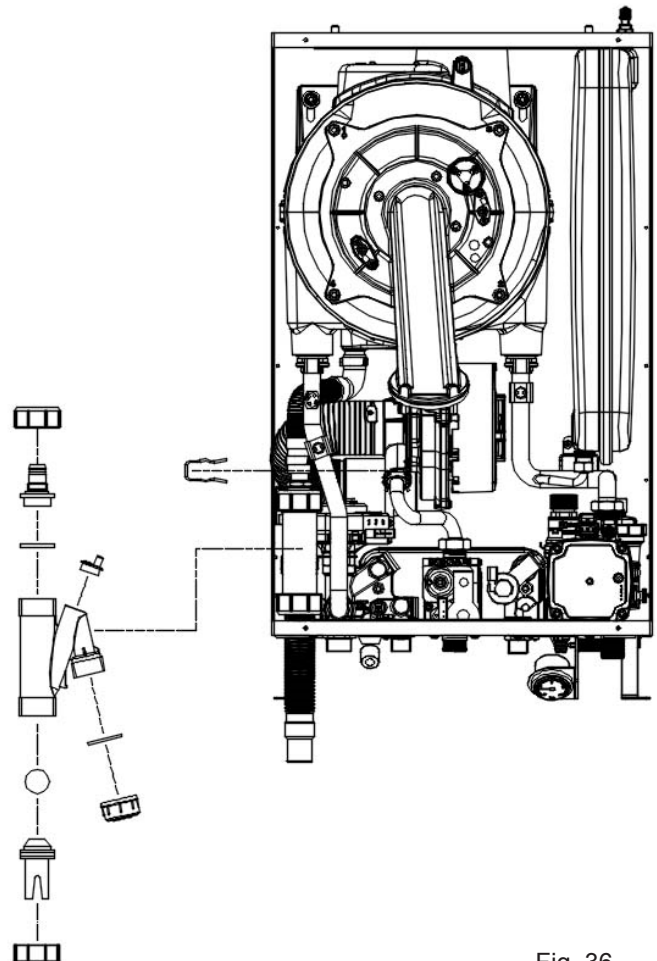

Fig. 36
7.16 PULIZIA E SOSTITUZIONE RACCOGLI CONDENSA (Fig. 36)